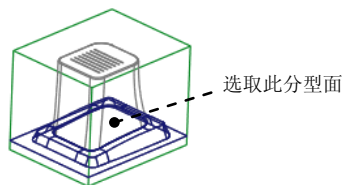

图 2.11 选取分型面
Step4. 选取分割曲面。在“体积块分割”操控板中单击  右侧的 单击此处添加项 按钮将其激活。然后选取图 2.11 所示的分型面。